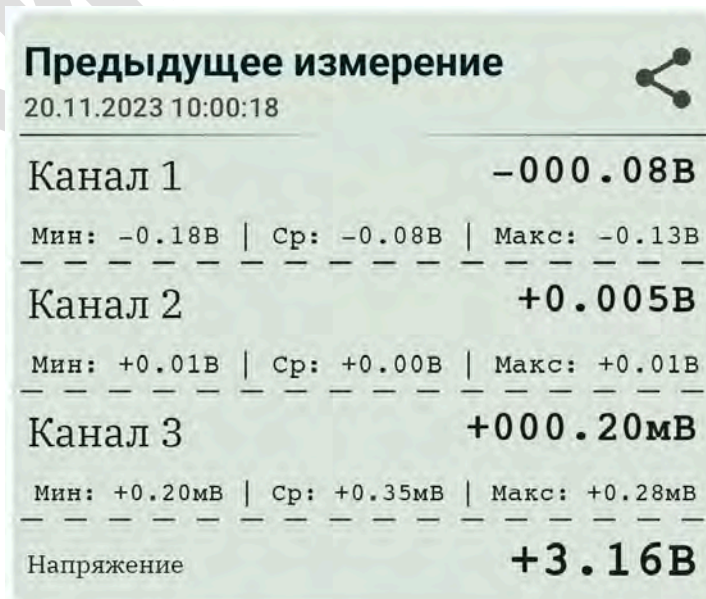

Рисунок 9 – Предыдущее измерение
- **Предыдущее измерение.** Содержит дату последнего записанного измерения и измерения по каналам, считанные из памяти NFC измерителя (рисунок 9).